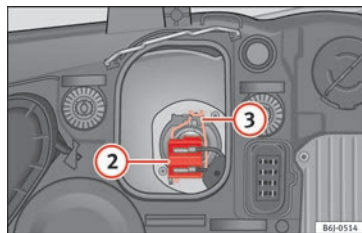

Fig. 100 Luz de cruce.
- Extraiga el conector » fig. 100 (2) de la lámpara.
- Desenganche el resorte retentor »» fig. 100 ③ presionándolo hacia dentro y a la derecha.